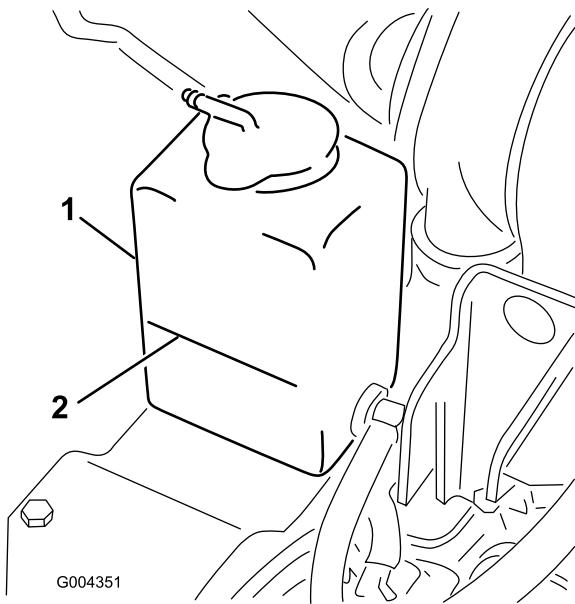

Рисунок 20
- Проверьте уровень охлаждающей жидкости в расширительном бачке (Рисунок 20).